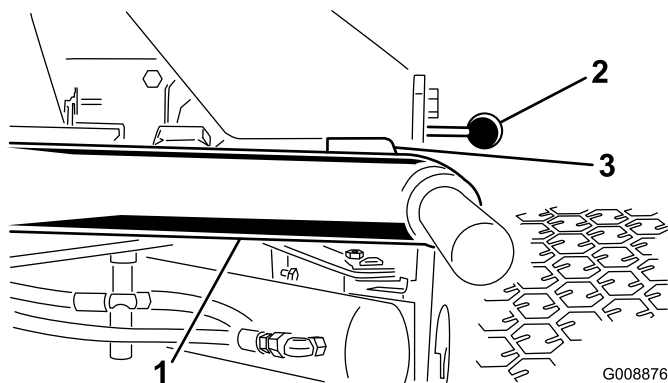

Figura 10
1. Avviate il motore, sollevate gli apparati di taglio e verificate che il gioco tra ogni braccio di sollevamento e la staffa della piastra di appoggio sia di 5–8 mm (Figura 10).